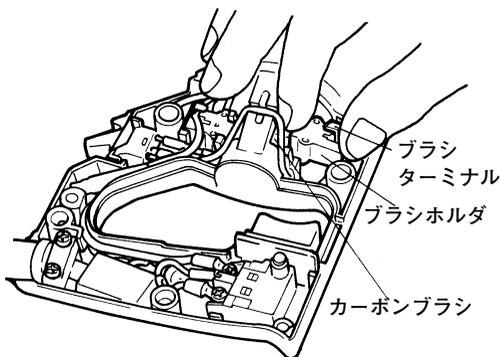

図 13
(2) ブラシホルダをドライバーの先などで持上げ、カーボンブラシを押さえながらブラシホルダをハウジングから取り出します。（図13）